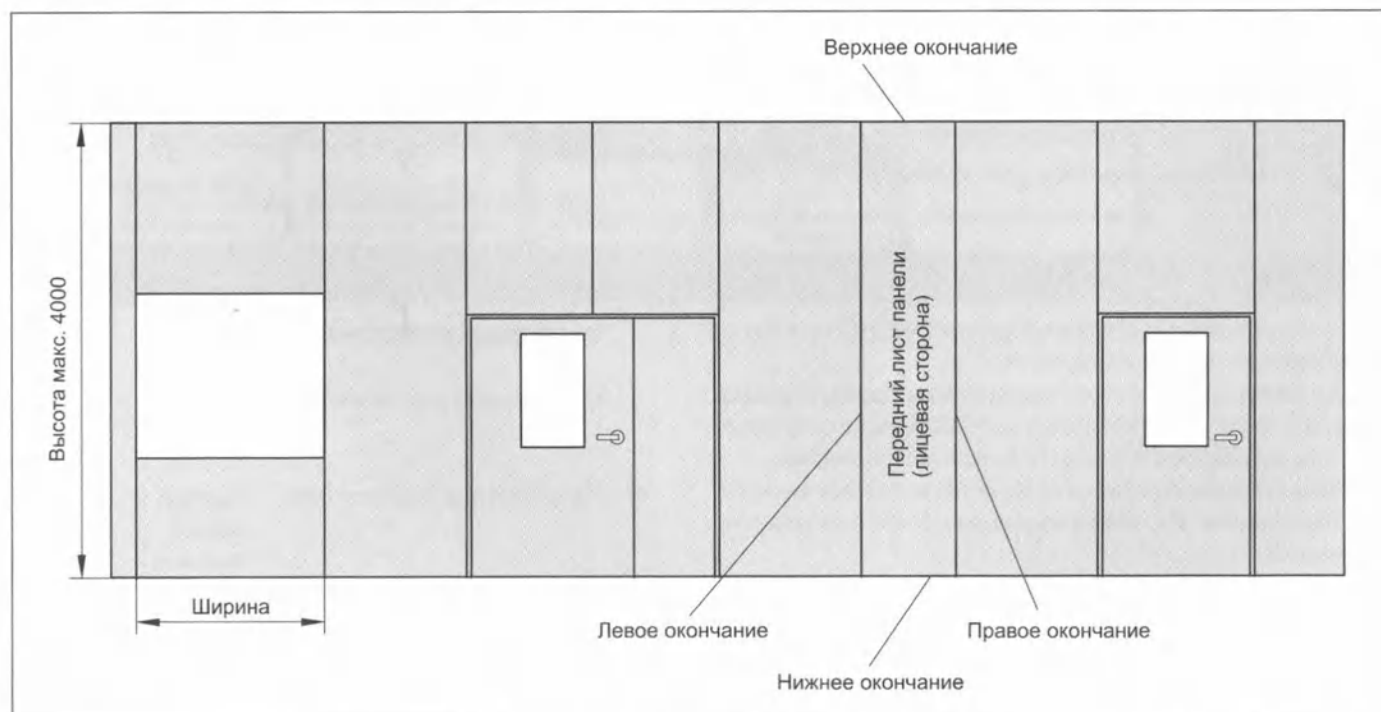

Рис.1 Система STANDARD и описание сторон панелей
3.1.1. Система STANDARD (рис. 1)